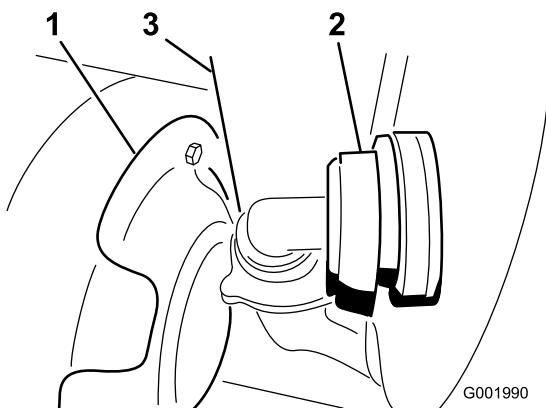

Figura 56
3. Retire a tubagem localizada em baixo na parte da frente do depósito (Figura 56).
Nota: Pode ser necessário fazer recuar a protecção contra o calor (Figura 56) quando retirar a tampa.
7. Ligue a tubagem na parte da frente do depósito (Figura 56).